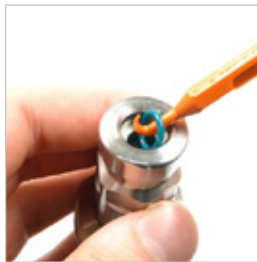

Abbildung 4
- ▶ Entfernen Sie Pos. 13 mit dem WEH® O-Ring Picker Art. Nr. 101969 aus dem Einstich von Pos. 12 (*Abbildung 4*)